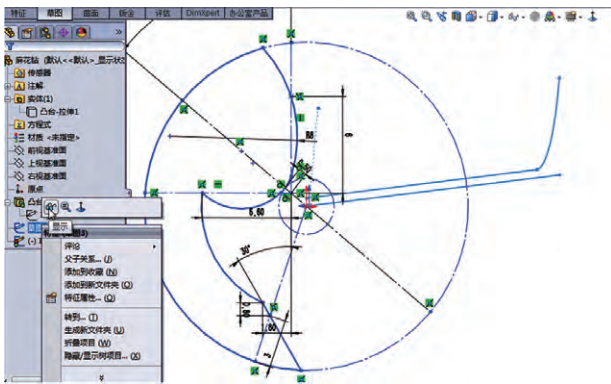

图 18
(13) 将之前在前视基准面绘制的草图显示出来, 拖动视角如图 18 所示 (能同时看见两张草图)。